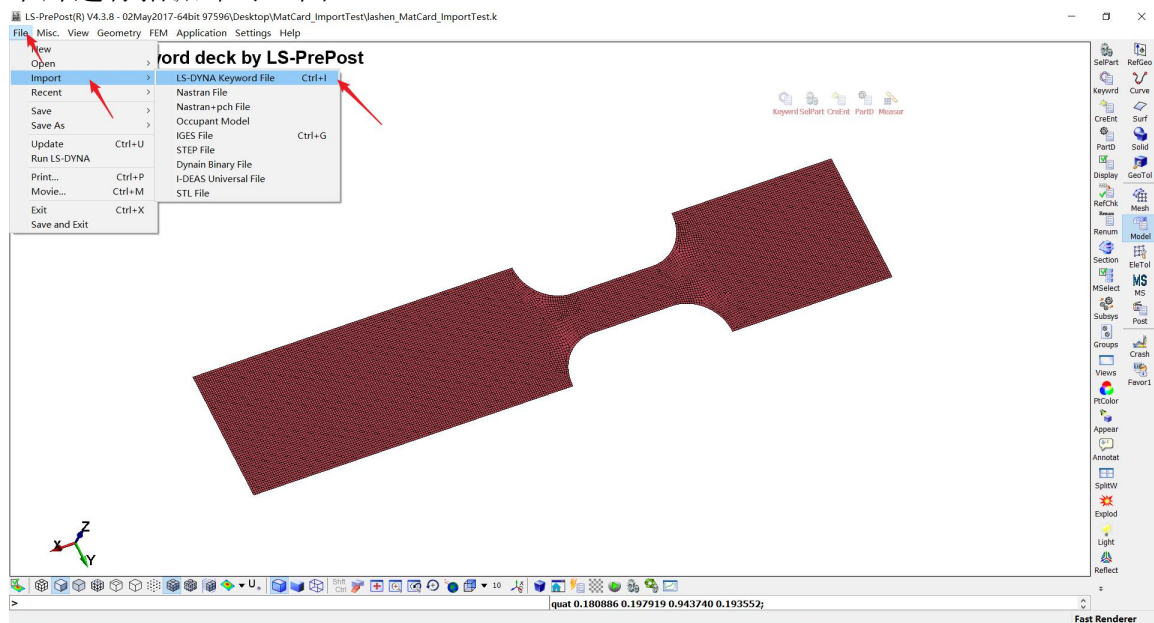
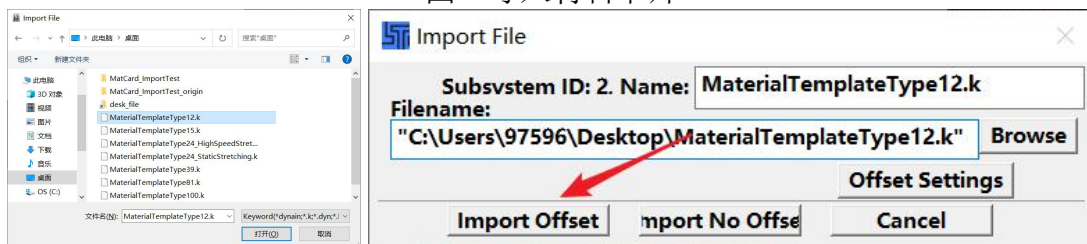
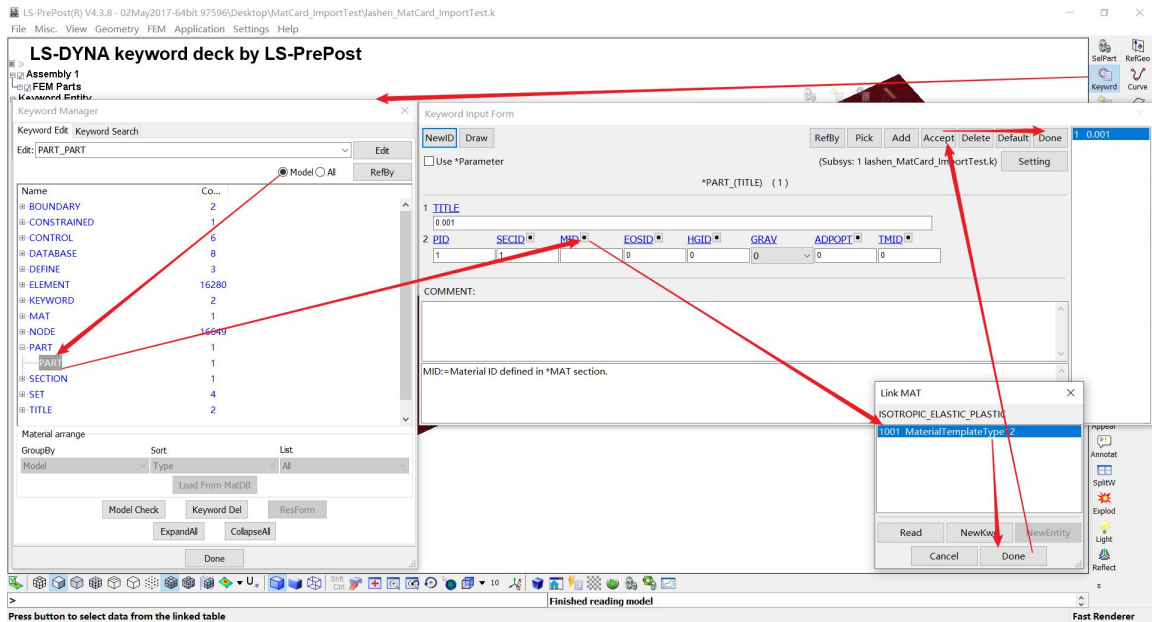

图 1 导入材料卡片
图 2 选择文件并导入
图 3 对零件指派导入的材料参数
(1) 用途：此卡片是 LS-DYNA 中的 12 号材料卡片，主要描述一种针对实体单元的简易各向同性弹塑性模型，同时对于壳单元来说，如果应力状态超过屈服面，则使用一步式径向返回法来缩放柯西应力张量。这是 LS-DYNA 中唯一没有将平面应力作为默认迭代法的模型。
(2) 用法：由数据库中的材料数据生成 12 号卡片所需要的密度、切变模量、屈服强度、塑性硬化模量和体积模量等参数，生成 k 文件。随后在有限元前处理软件（LS-PrePost）中的没有材料参数的模型中，点击“File”→“Import”→“LS-DYNA Keyword File”（图 1），选择材料 k 文件打开，点击“Import Offset”，即可导入材料数据（图 2）。导入过后需要将材料指派给特定的零件，所以打开 Part 卡片进行指派即可（图 3）。
(1) 用途：此卡片是 LS-DYNA 中的 15 号材料卡片，主要描述一种 Johnson / Cook 应变温度敏感的弹塑性模型，主要用于应变率在较大范围内变化以及由于塑性加热使绝热温度升高而导致材料软化的问题。
(2) 用法：由数据库中的材料数据生成 15 号卡片所需要的密度、切变模量、杨氏模量、泊松比等参数，同时需要用户手动输入材料熔点、室温、材料比热以及流动应力方程参数 A、B、n、c、m 等参数（流动应力方程： $\sigma_y = (A + B\dot{\epsilon}^p)(1 + c \ln \dot{\epsilon}^*) (1 - T^{*m})$ ），生成 k 文件。随后在有限元前处理软件（LS-PrePost）中的没有材料参数的模型中，点击“File”→“Import”→“LS-DYNA Keyword File”（图 1），选择材料 k 文件打开，点击“Import Offset”，即可导入材料数据（图 2）。导入过后需要将材料指派给特定的零件，所以打开 Part 卡片进行指派即可（图 3）。
“LS-DYNA Keyword File”（图 1），选择材料 k 文件打开，点击“Import Offset”，即可导入材料数据（图 2）。导入过后需要将材料指派给特定的零件，所以打开 Part 卡片进行指派即可（图 3）。
（2）用法：由数据库中的材料数据生成 24 号卡片所需要的密度、杨氏模量、泊松比、不同应变速率下的真实塑性应力-真实应变曲线数据，生成 k 文件。随后在有限元前处理软件（LS-PrePost）中的没有材料参数的模型中，点击“File”→“Import”→“LS-DYNA Keyword File”（图 1），选择材料 k 文件打开，点击“Import Offset”，即可导入材料数据（图 2）。导入过后需要将材料指派给特定的零件，所以打开 Part 卡片进行指派即可（图 3）。
（2）用法：由数据库中的材料数据生成 39 号卡片所需要的密度、杨氏模量、泊松比、静态拉伸的真实塑性应力-真实应变曲线数据、FLD 主应变-次应变曲线数据，同时需要用户手动输入各向异性硬化系数，生成 k 文件。随后在有限元前处理软件（LS-PrePost）中的没有材料参数的模型中，点击“File”→“Import”→“LS-DYNA Keyword File”（图 1），选择材料 k 文件打开，点击“Import Offset”，即可导入材料数据（图 2）。导入过后需要将材料指派给特定的零件，所以打开 Part 卡片进行指派即可（图 3）。
(2) 用法：由数据库中的材料数据生成 81 号卡片所需要的密度、杨氏模量、泊松比、断裂应变、静态拉伸的真实塑性应力-真实应变曲线数据，生成 k 文件。随后在有限元前处理软件（LS-PrePost）中的没有材料参数的模型中，点击“File”→“Import”→“LS-DYNA Keyword File”（图 1），选择材料 k 文件打开，点击“Import Offset”，即可导入材料数据（图 2）。导入过后需要将材料指派给特定的零件，所以打开 Part 卡片进行指派即可（图 3）。
(1) 用途：此卡片是 LS-DYNA 中的 100 号材料卡片，是专有的焊点材料模型，材料模型适用于 9 号梁焊点单元和具有 6 号沙漏控制的 1 号实体焊点单元，失效模型也仅适用于梁单元和实体单元。
(2) 用法：由数据库中的材料数据生成 100 号卡片所需要的密度、杨氏模量、泊松比、屈服强度、塑性硬化模量、焊点失效时的等效塑性应变，生成 k 文件。随后在有限元前处理软件（LS-PrePost）中的没有焊点材料参数的模型中，点击“File”→“Import”→“LS-DYNA Keyword File”（图 1），选择材料 k 文件打开，点击“Import Offset”，即可导入材料数据（图 2）。导入过后需要将材料指派给焊点，所以打开 Part 卡片进行指派即可（图 3）。